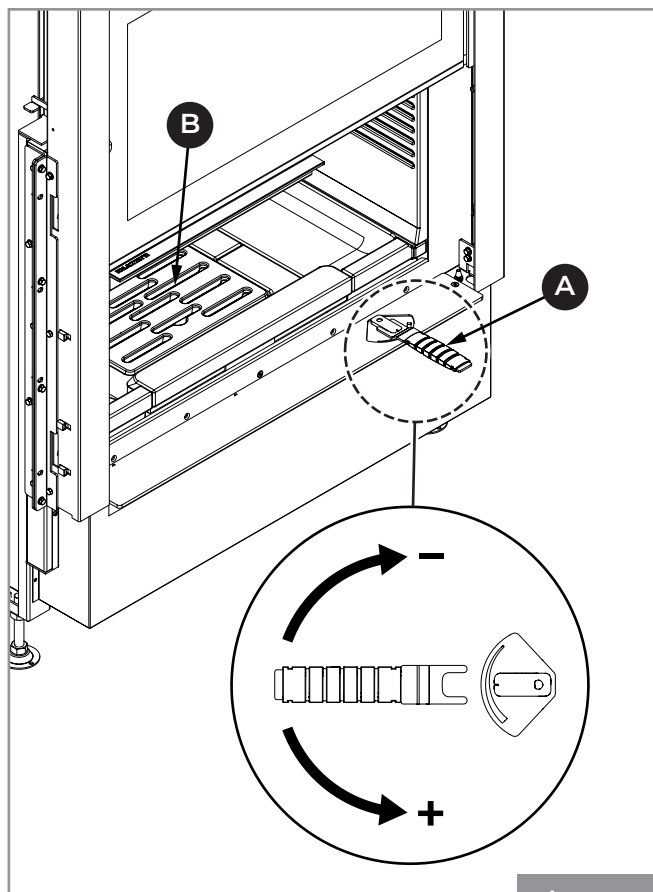
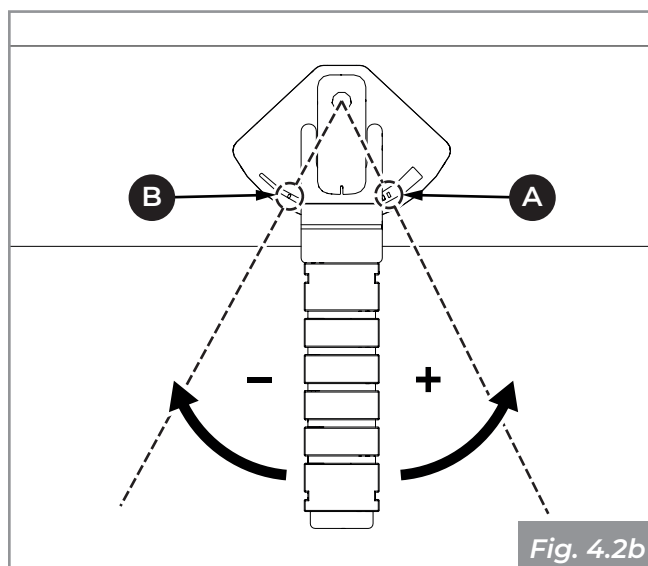
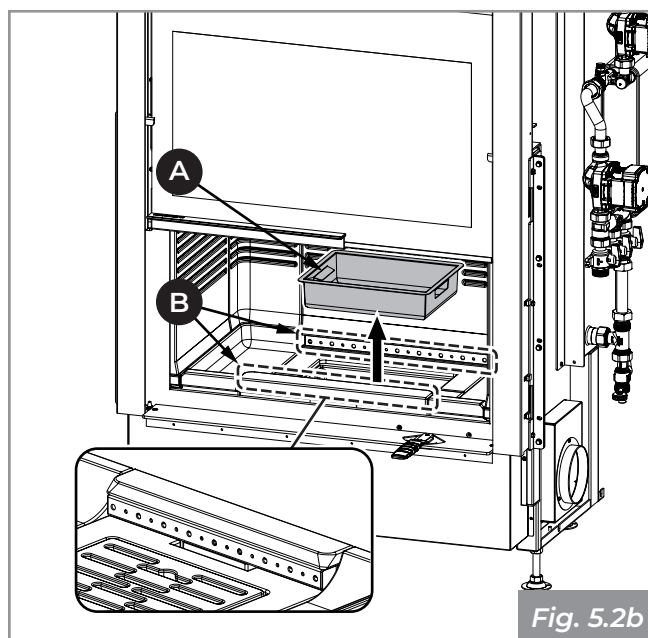

Fig. 4.2a
Fig. 4.2b
Fig. 5.2b
2. À l'aide de la poignée froide fournie (**A - Fig. 4.2a**) ouvrir au maximum (+) le réglage d'air primaire (**position A - Fig. 4.2b**) ;
3. Déposer soigneusement les morceaux de bois dans la chambre de combustion, en prenant soin de ne pas couvrir complètement les fentes de la grille (**B - Fig. 4.2a**) et les trous avant et arrière du distributeur d'air de combustion (**B - Fig. 5.2b**) ;
8. Garder la prise d'air ouverte pour assurer une flamme haute et brillante (**position A - Fig. 4.2b**) ;
9. Réduire l'ouverture de la prise d'air (**B - Fig. 4.2b**) en utilisant la poignée froide spéciale position uniquement lorsqu'une bonne base de braise s'est formée.
Retirer le tiroir à cendres de la base et aspirer les éventuelles cendres déposées dans les compartiments au-dessous (**A - Fig. 5.2b**).
Passer l'aspirateur sur les trous avant et arrière du distributeur d'air de combustion pour éviter toute accumulation de cendres (**B - Fig. 5.2b**).